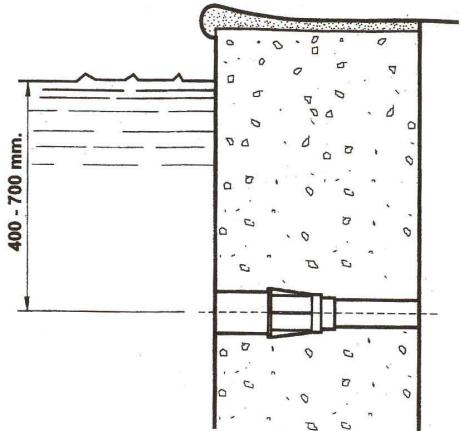

Fig. 1
- 1.Fixar na parede de cimento os passamuros a uma distância de 400-700 mm abaixo do nível de água (Fig. 1).
1. O projetor coloca-se a 400 mm abaixo do nível de água do SPAS e numa zona onde não seja facilmente tapado por um corpo de uma pessoa. Coloca-lo de preferência na parede dos degraus de entrada dos SPAS (Fig. 1).